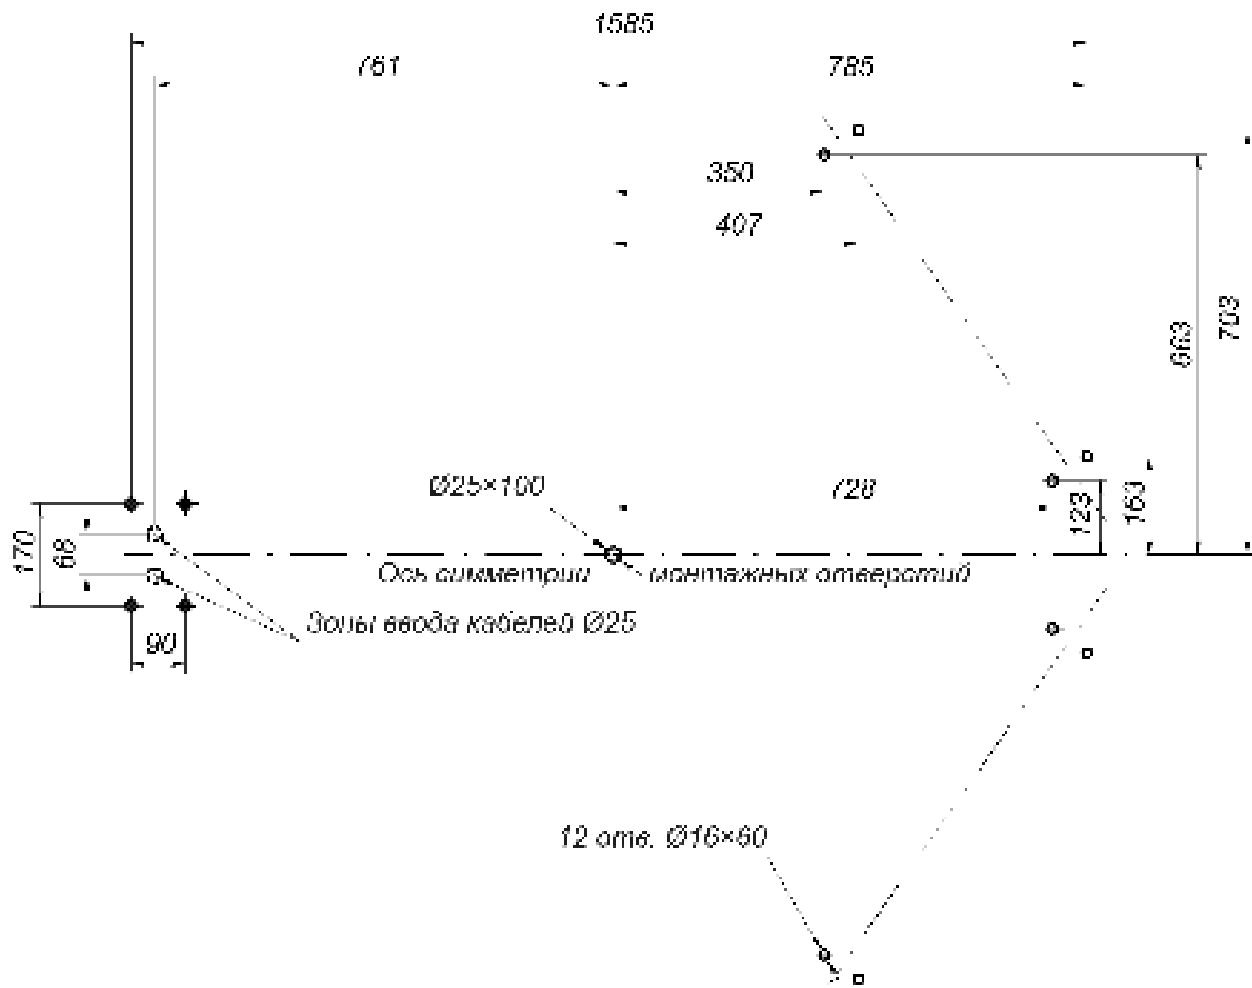
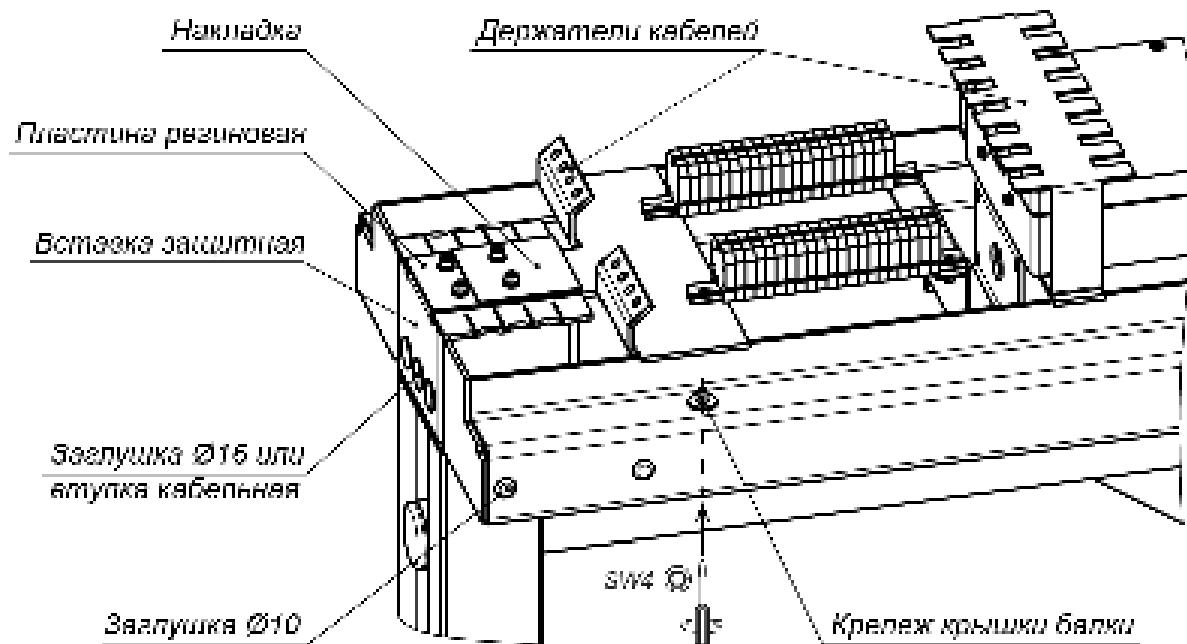
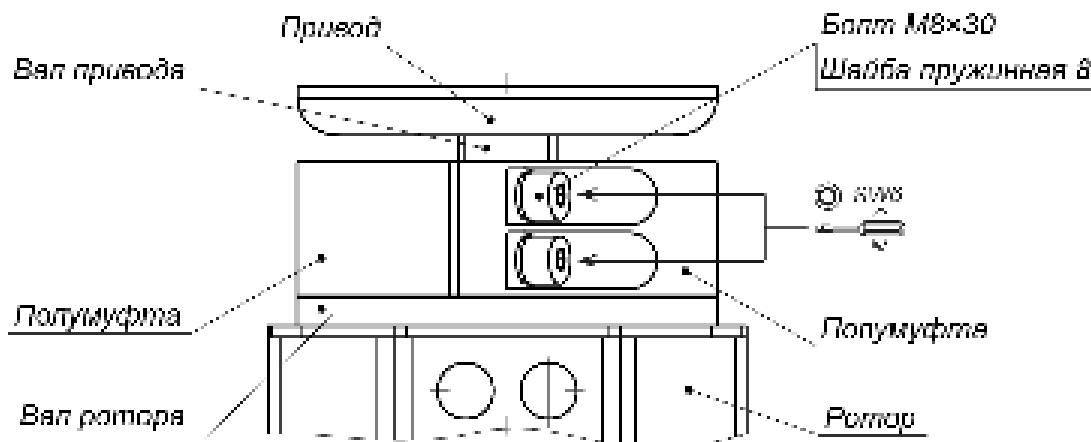

Рисунок 11. Схема разметки для монтажа турникета
Рисунок 17. Элементы балки привода
Рисунок 18. Муфтовое соединение (4) вала привода исполнительного механизма с валом ротора (1)
Также на внутренней поверхности крышки имеется наклейка со схемой подключений турникета и дополнительного оборудования, аналогичная приведенной на рис. 11.
- Закрепите балку привода на стойке с препреждающими планками (5) двумя болтами M10×25, ключ SW8 (см. рис. 17) (для более удобного доступа к отверстиям можно предварительно снять накладку, резиновую пластину и вставку защитную, открутив четыре винта M4×16, ключ SW3, см. рис. 18).
22. Произведите подключение к контактам DIN-рейки в соответствии со схемой подключения турникета и дополнительного оборудования (см. рис. 11):
- кабелей индикации (12);
- кабеля питания турникета (13);
- кабеля ПДУ (15) или устройства РУ;
- кабеля устройства *Fire Alarm* (14) (в случае отсутствия устройства *Fire Alarm* убедитесь в наличии перемычки «*Fire Alarm*»);
23. Проверьте правильность и надежность электрических соединений в соответствии со схемой подключения турникета и дополнительного оборудования (см. рис. 11).
26. Установите крышку (9) на балку привода (8):
- Вкрутите четыре невыпадающих винта M5 (ключ SW4), фиксирующие крышку балки (см. рис. 18).